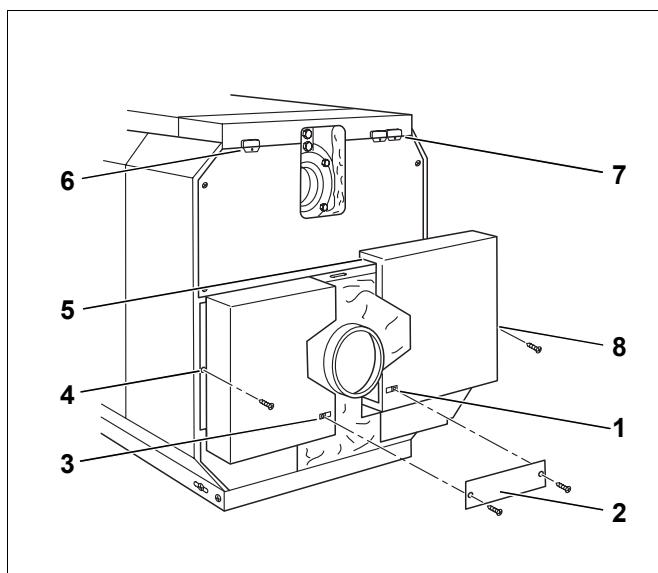

Fig. 56 Montaggio degli elementi del pannello posteriore
- ▶ Inserire i dadi a scatto nella parete laterale sinistra e destra e negli elementi del pannello posteriore (fig. 56, [1], [3], [4] e [8]).
- ▶ Agganciare gli elementi inferiori del pannello posteriore della caldaia a sinistra e a destra, nelle fessure della piegatura del pannello posteriore superiore e del pannello laterale (fig. 56, [5]).
- ▶ Avvitare la piastra di giunzione (fig. 56, [2]) al di sotto del tronchetto dei fumi agli elementi del pannello posteriore tramite viti autofilettanti.
- ▶ Fissare i passaggi cavi in plastica a sinistra o a destra sul pannello posteriore superiore della caldaia (fig. 56, [5] e [6]).